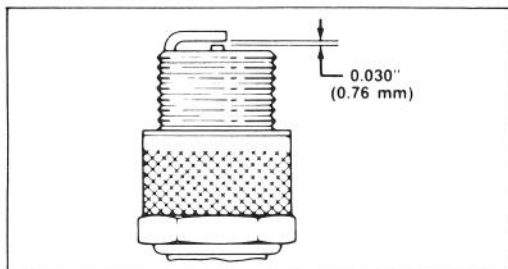

Figure 28
### REMPACEMENT DE LA BOUGIE D'ALLUMAGE (fig. 28)
3. Régler l'écartement entre les électrodes de la nouvelle bougie d'allumage à 0,76 mm (fig. 28). Puis, posez la bougie sur la culasse. Serrez la bougie à 20,4 N.m. En l'absence de clé dynamométrique, serrez la bougie complètement.